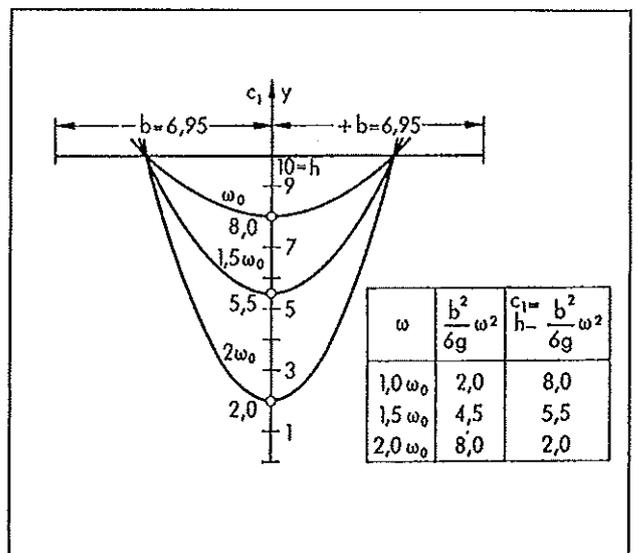

Fig. 4: plaque de Plexiglas sur feuille transparente 2
où $2b$ est la largeur de la cuvette (cf. feuille transparente 2, fig. 4).
5.2 Plaque de Plexiglas sur feuille transparente 2 (fig. 4)